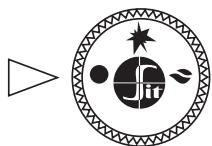

Рис. 8.
- 7.2. В исходном (выключном) положении ручка управления находится в положении «точка» (рис. 8). Пилотная и основные горелки погашены (подача газа к ним заблокирована).